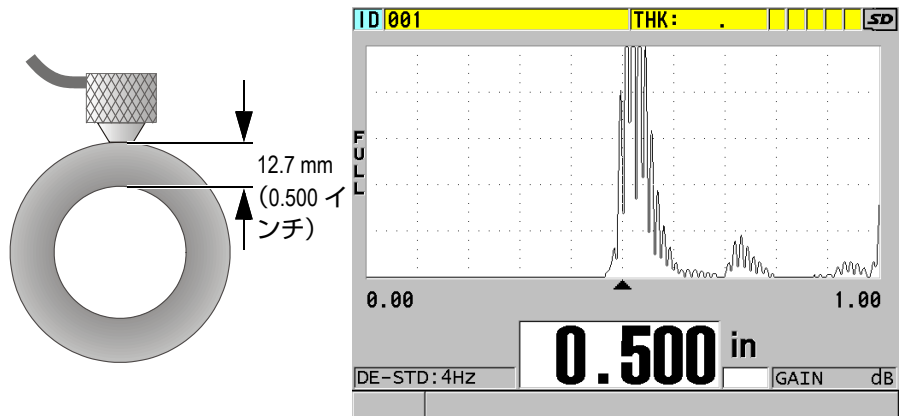

図 5-9 二振動子型探触子の接触および厚さ測定値の読み取り
2. 適度な圧力で、探触子の先端を試験体の表面に接触させ、試験体の表面上で探触子をできるだけ垂直に当てます（91 ページの図 5-9 を参照）。